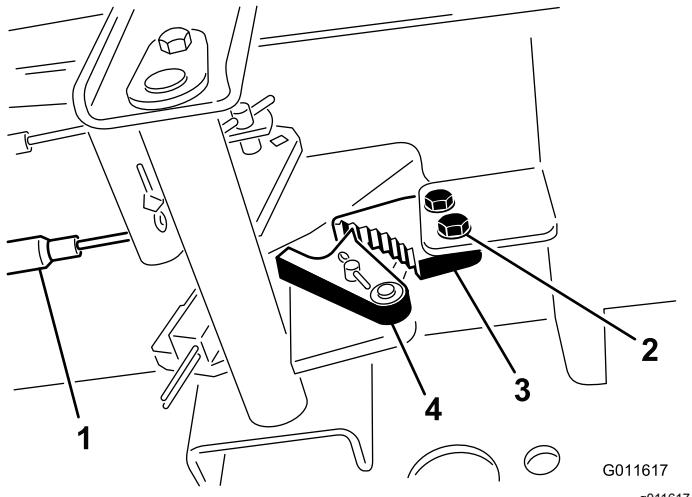

図 85
1. 駐車ブレーキのツメをフレームに固定しているねじ2本をゆるめる図 85。
2. ブレーキのツメが戻り止めに完全に掛かるまで駐車ブレーキペダルを前に踏み込む図 85。